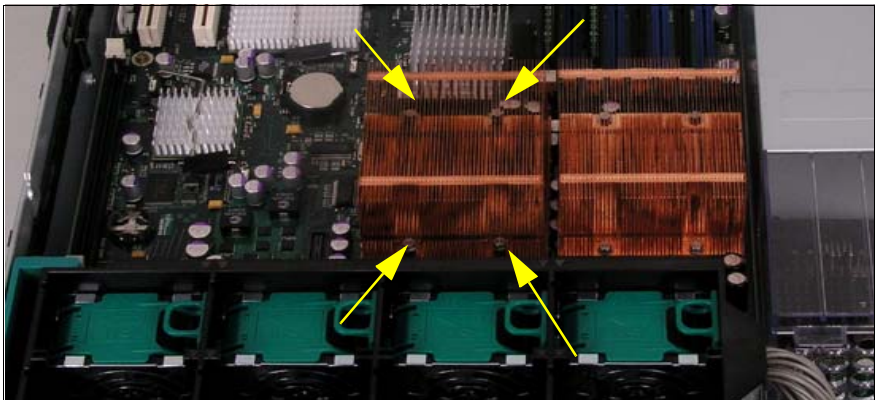

Bild 19: Kühlkörper einsetzen
- Setzen Sie den Kühlkörper auf den Prozessorsockel (siehe Bild 19 auf Seite 37).